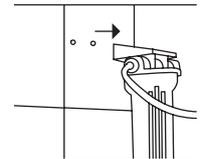

Figura 24.
2. Descuelga el Purificador de la pared (ver Figura 24).